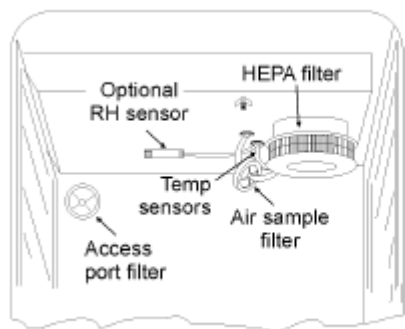

图 1-9
找到内培养室左上角的开口。拆下仪器外侧胶带。从五金袋中找出过滤器随带的挡块。将开口安装在培养室的内侧。参见图1-9。
4. 将气样过滤器软管的自由端插入鼓风机叶片背面较大的孔中。参见图1-9。
3. 如图1-9安装过滤器。
1. 将隔板支架槽向上，标签向着培养室中心安装。支架没有左右之分，翻转任一即可在相反方向使用。将支架倾斜放入箱中，使其顶部与空气导管顶部吻合，并调整参照图1-9，注意隔板有左右槽区别